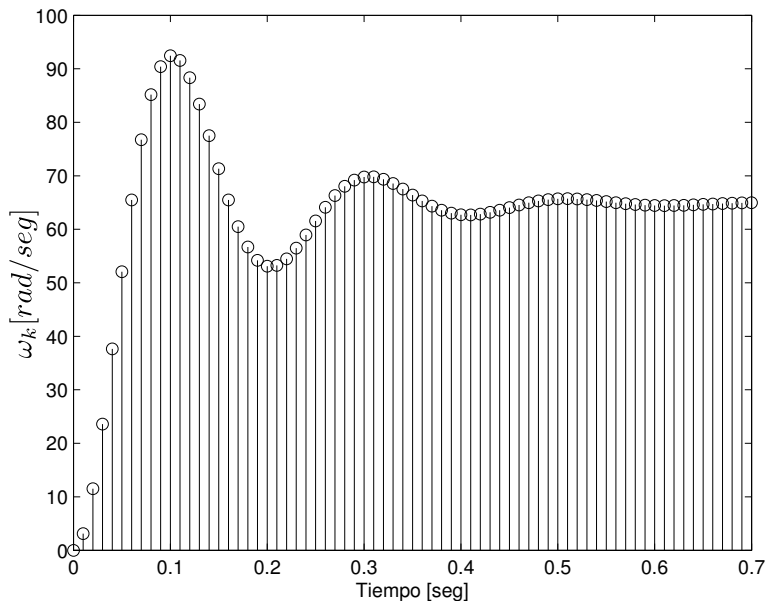

Figura 7: Evolución de  $\omega_k$  para un período de muestreo  $T_s = 0.01\text{ s}$ .
Al aplicar un escalón (discreto) de  $440\text{ V}$  en  $U_k$ , se obtiene la evolución de  $\omega_k$  que se muestra en la Figura 7, para un período de muestreo  $T_s = 0.01\text{ s}$  y con torque de carga nulo.
4. Simule el modelo construido para un escalón de  $U_k$  de  $440\text{ V}$ . Compare la evolución de  $\omega_k$  con la de la Figura 7. Verifique que sus cálculos del punto 1 sean correctos.